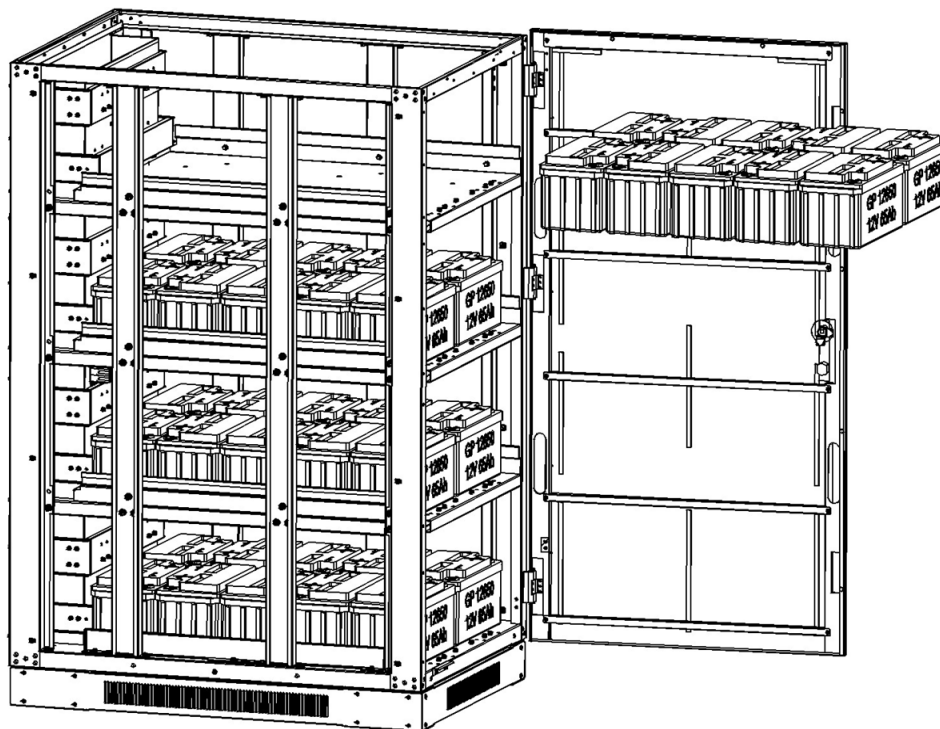
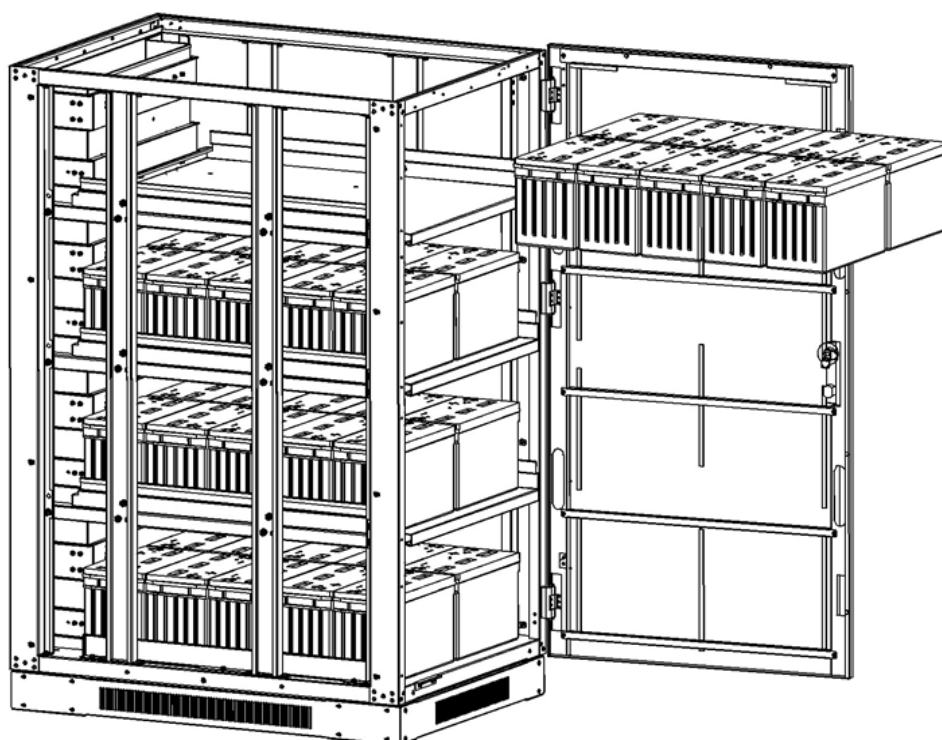

Figura 5-37: Modelo BP240V65L-NIB
Figura 5-38: Modelo BP240V100L-NIB
7. Instale 10 módulos de baterías en la capa 4 (Figura 5-37: Modelo BP240V65L-NIB o Figura 5-38: Modelo BP240V100L-NIB).